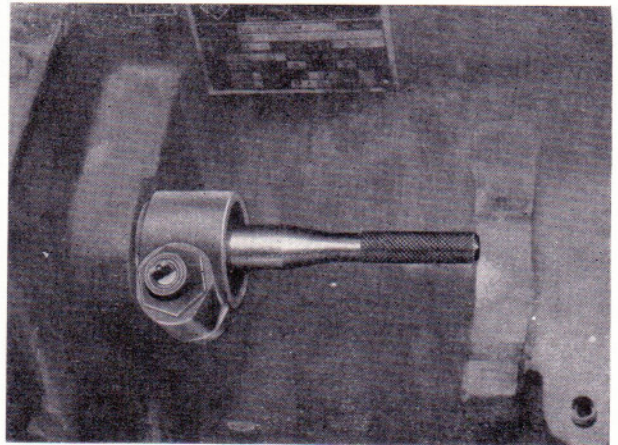

Bild 69
- Aufziehhülse 27 01757 004 zur Zentrierung des Radialwellendichtringes im Drehzahlmessergehäuse auf die Antriebswelle aufsetzen (Bild 69).